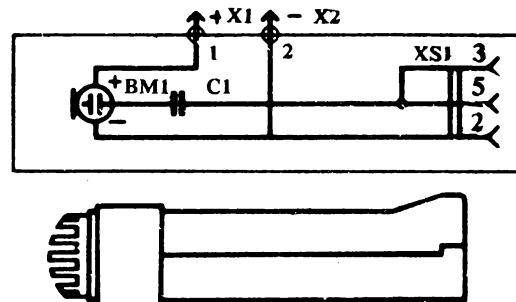

Рис.4
5. Устройство записи (рис. 4)	1 шт.
### 5.2.3. Устройство записи (рис. 4)
2. В качестве внешнего микрофона применяется устройство записи (см. рис. 4).